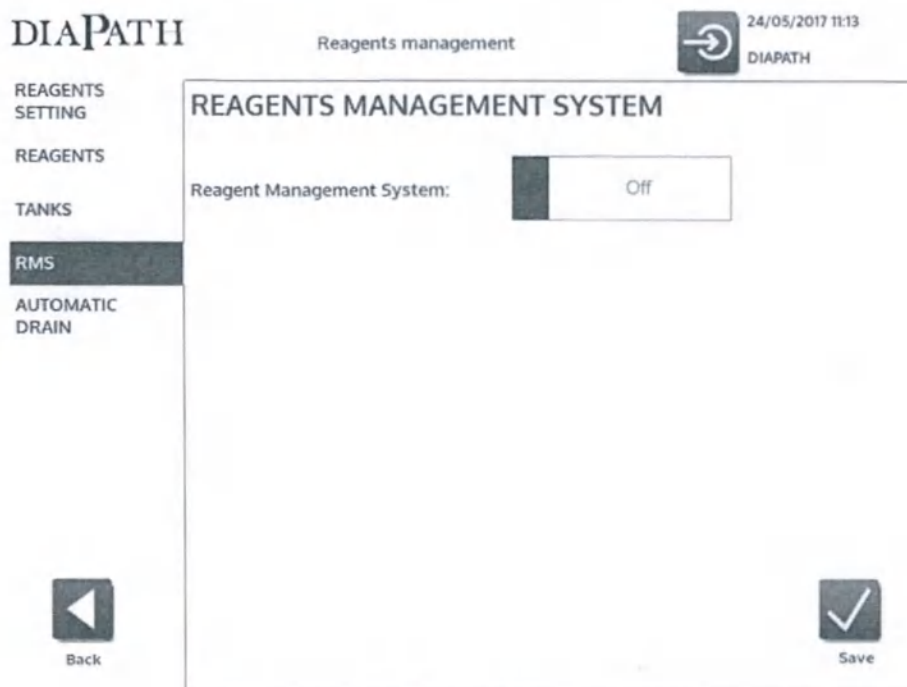

Рисунок 56.
- **RMS:** позволяет включить или отключить систему обработки реагентов. Эта функция может быть изменена только в том случае, если пользователь имеет соответствующие разрешения (Рисунок 56).